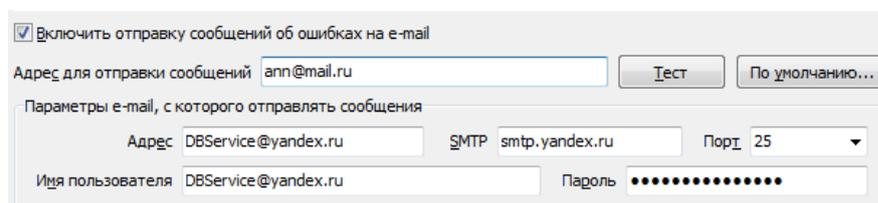

Рис. 16 Настройка отправки сообщений об ошибках на e-mail
- можно настроить отправку сообщений об ошибках, происходящих при архивировании или резервном копировании, на заданный электронный адрес (в случае настроенном автоматическом архивировании или резервировании) (Рис. 16):